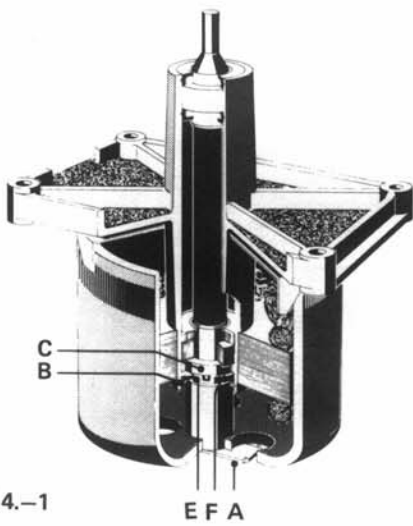

Fig. 4.4.-1
4.4. Moteur de cabestan (fig. 4.4.-1)